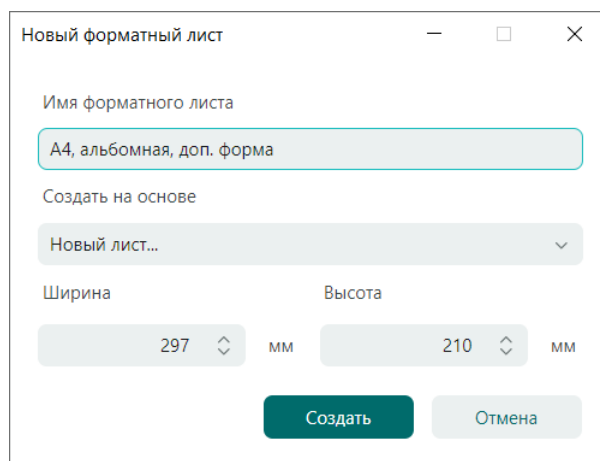

Рис. 83 Ввод имени нового шаблона
3. В окне «Новый форматный лист» в поле «Имя форматного листа» введите наименование для нового шаблона листа схемы, Рис. 83.